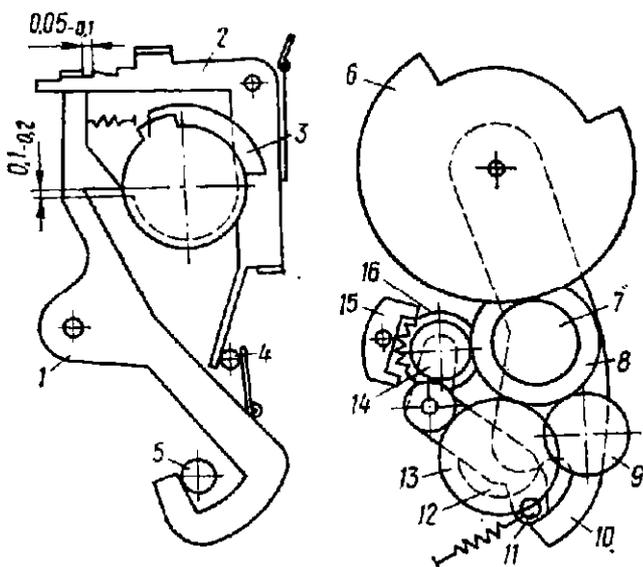

Рис. 23. Положение деталей тормозного механизма на выдержке 1/125 с:
5.2.56. Проверить зацепление шестерен тормозного механизма при трех положениях выступа рычага 1 (рис. 23): на нижней, средней и верхней ступенях кулачка 3. При проверке развернуть шестерню 6 так, чтобы выступ рычага 1 находился над нижней ступенью кулачка 3, образуя с ней зазор не менее 0,2 мм. В этом случае плечо рычага 1 должно находиться на нижней ступени рычага 2, а противоположное плечо рычага 2 отводить ось 4 вместе с рычагом 10, вследствие чего шестерни 7 и 9 выходят из зацепления с шестернями 13 и 14. Такое положение шестерен соответствует выдержкам от 1/125 до 1/1250 с.
кулачка 3 (рис. 23)
5.2.74. Установить заводную головку на выдержку 1/125 с и взвести затвор, при этом шестерни тормозного механизма должны выйти из зацепления (см. рис. 23). Выступ рычага 1 должен находиться над нижней ступенью кулачка 3. При этом должен быть за-
зор между выступом рычага 1 и подъемной плоскостью средней ступени не менее 0,1 мм (см. рис. 23). Плечо рычага 1 должно лежать на нижней ступени рычага 2. Регулировку производить разворотом кулачка 3 согласно п. 5.2.73.
5.2.78. Установить выдержку 1/125 с. При этом выступ рычага 1 (рис. 23) не должен касаться подъемной плоскости кулачка 3 (см. рис. 23).